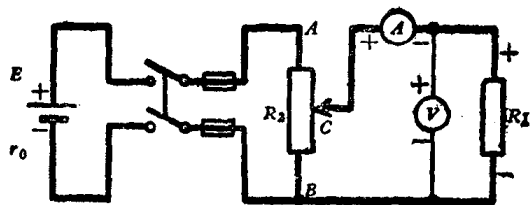

图 2-2
3. 联接线路如图 2-2。将分压器电阻触点 C 放在输出电压等于零的位置 (B 点处), 并请教师检查。
1. 电阻元件中电流与其两端电压的关系 (图 2-2 线路):